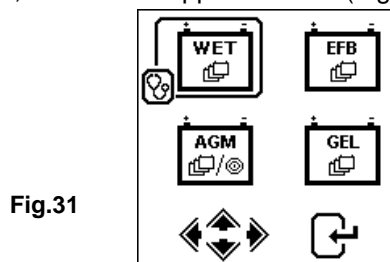

Fig.31
18. Premere il tasto , lo schermo apparirà come (Fig.31) sotto: